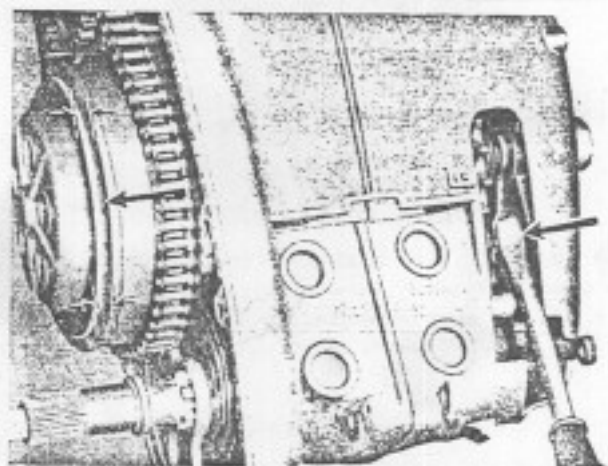

Bild 130. Ausdrücken der Kupplung, um gleichmäßiges Abheben der Lamellen zu prüfen
50. Abschlußdeckel auf Antriebsseite festschrauben (Schrauben verschiedene Längen!); Kupplungshebel mit Schraubenzieher durchdrücken (auskuppeln) und gleichmäßiges Ausheben der Kupplung prüfen (Bild 130).
52. Abschlußdeckel auf Antriebsseite festschrauben (Schrauben verschiedene Längen!); Kupplungshebel mit Schraubenzieher durchdrücken (auskuppeln) und gleichmäßiges Ausheben der Kupplung prüfen (Bild 130).